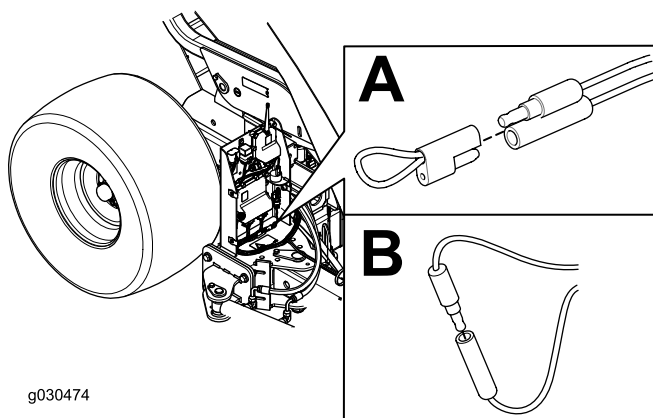

Figura 41
4. Retire a tampa dos dois conectores de diagnóstico do shunt (Figura 41, A).
5. Ligue os conectores de diagnóstico do shunt em conjunto (Figura 41, B).